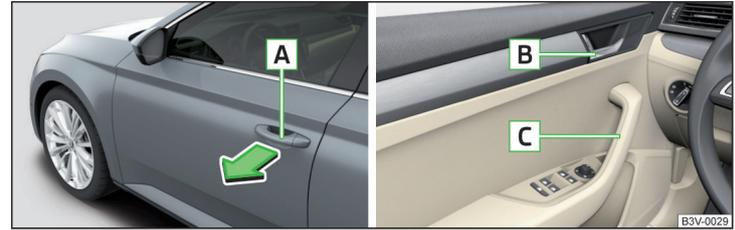

Abb. 54 Türgriff/Türöffnungshebel
- Zum **Öffnen von außen** das Fahrzeug entriegeln und am Türgriff **A** in Pfeilrichtung ziehen » Abb. 54.